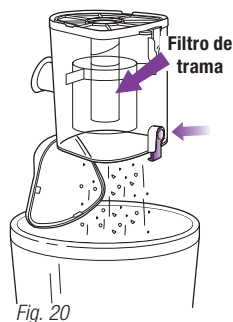

Fig. 20
- 3 Si es necesario, dé vuelta el recipiente para la tierra sobre el cesto de basura y presione el botón para abrir la tapa de arriba. **(Fig. 20)** Golpéelo suavemente para vaciar su contenido.